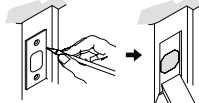

Figura 4c
- Delinee los bordes externos de la placa de contacto (Figura 4c).